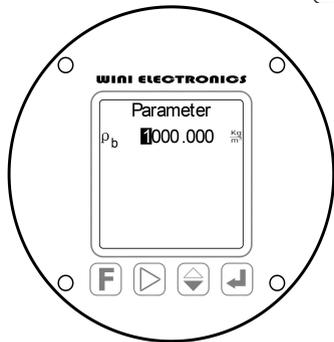

图 11
4.6.1.7 参数“ $\rho_b$ ”的设置：(图 11)